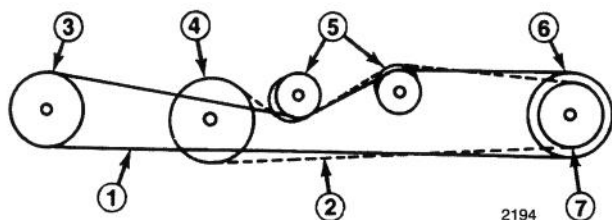

Figure 26
Pour remplacer la courroie de traction ou d'arbre secondaire, suivre la procédure ci-dessous et monter les courroies comme illustré (Fig. 26).
3. Monter les courroies en faisant passer la courroie de traction sur la poulie de transmission comme illustré (Fig. 26).